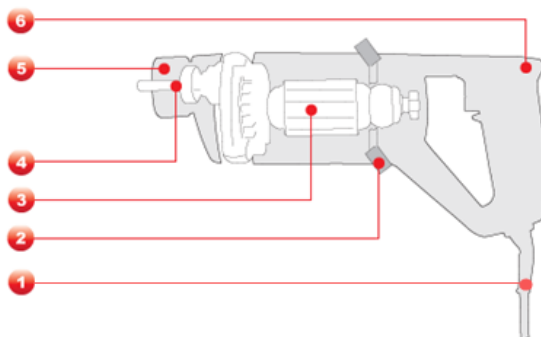

Рис. 2 Портативные глубинные ручные с гибким валом Vektor-35H.
3.3. Устройство электропривода приведено на рис. 2.